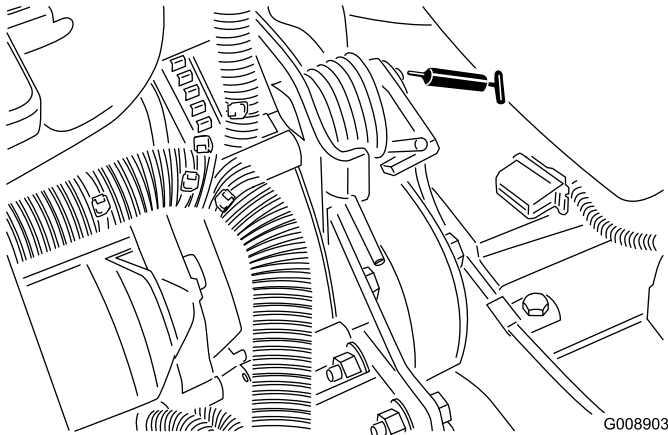

Bild 45
- Riemenspannungsdrehbüchse (Bild 45)